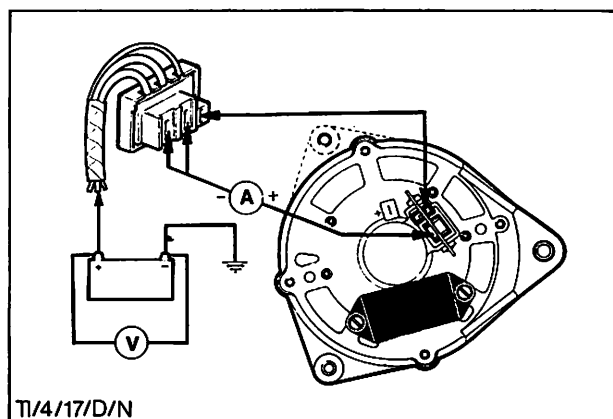

Abb. 14 Regler-Kontrollspannung prüfen
14. Testkabel, Amperemeter und Voltmeter wie in Abb. 14 gezeigt anschließen, um die Regler-Kontrollspannung zu prüfen.